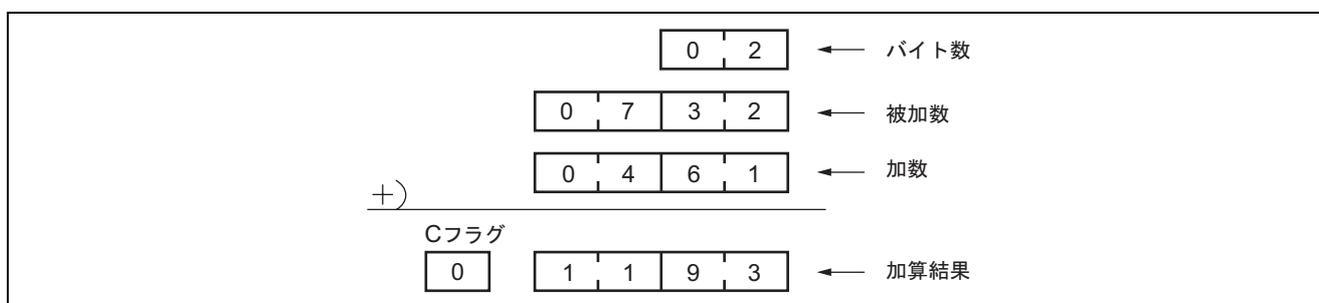

図 3 上位ビットを使用しない場合の加算例
- 図 3 のように上位ビットを使用しない場合は、使用しないビットに"0"を設定してください。ソフトウェア ADDD2 では 1 バイト単位で加算を行っているため、"0"を設定していない場合、上位ビットに設定されている不定のデータを含めて加算されるため、正確な加算結果は得られません。